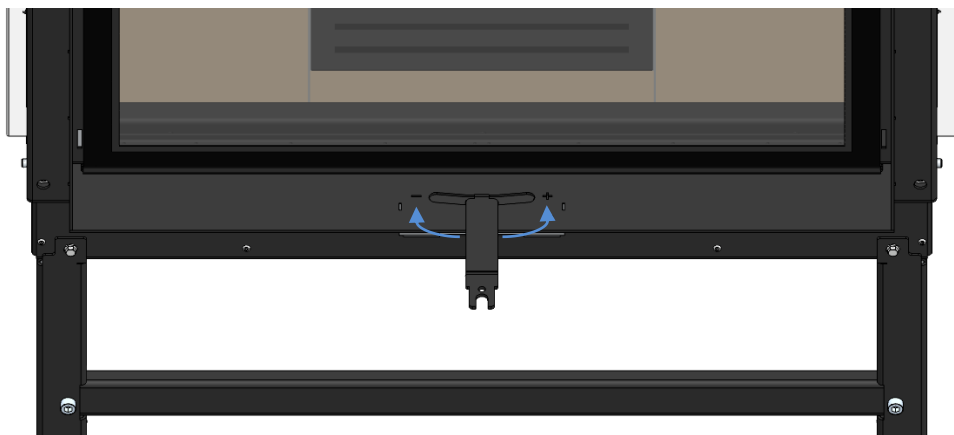

Figura 34
Para abrir os registos de ar – Deslizar o regulador para o lado direito (referenciado com o símbolo “+”) com a chave que vem no equipamento, durante a fase de acendimento e maior consumo de lenha, ver Figura 34.
- a) Abrir o regulador de ar de combustão, deslocar o regulador de combustão para a posição “+” (ver Figura 34);